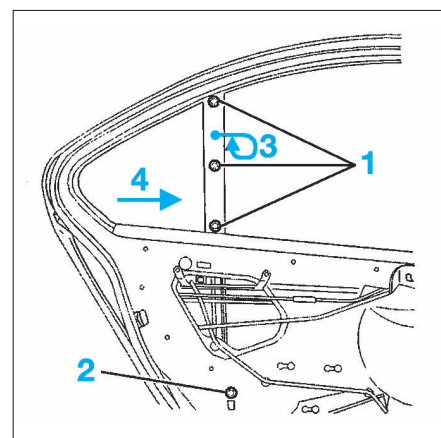

FIG. 36
- les fixations (1) (Fig.36).
- Desserrer l'écrou inférieur (2) et tirer vers le bas pour dégager la fixation inférieure.
- Dégager le maintien de vitre fixe vers l'avant, le faire pivoter pour le sortir par le haut (3).
- Faire glisser la vitre fixe vers l'avant (4) pour la déposer.